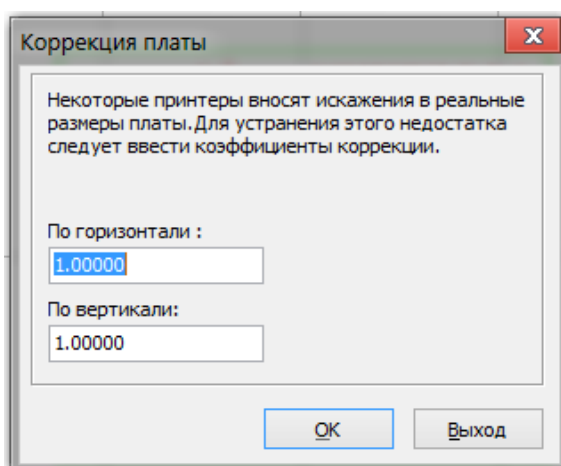

Рис. 111. Окно коррекции пропорций
- **Коррекция** – коррекция масштаба рисунка по вертикали и горизонтали (рис. 111);